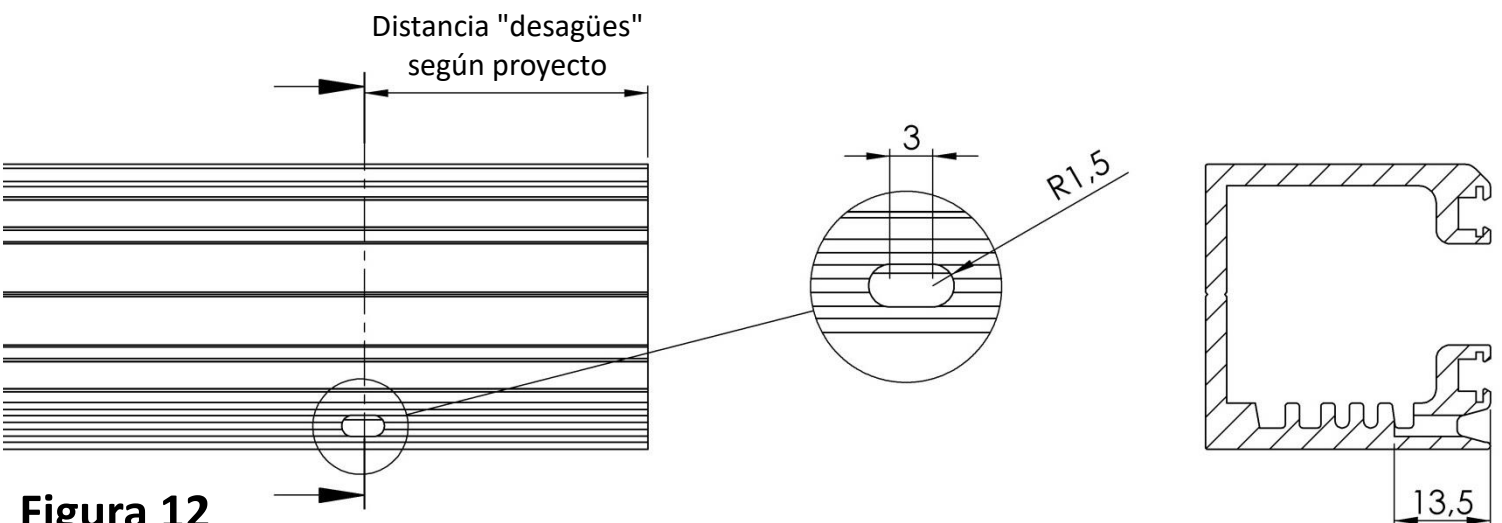

Figura 12
- Mecanizar en el interior del canal de desagüe del carril unas ranuras como se indica en la figura 12, a la medida indicadas como "**desagüe**" en la hoja de "mecanizado", en el apartado de "ubicación de taladros". Mecanizar con fresa de **3mm**.